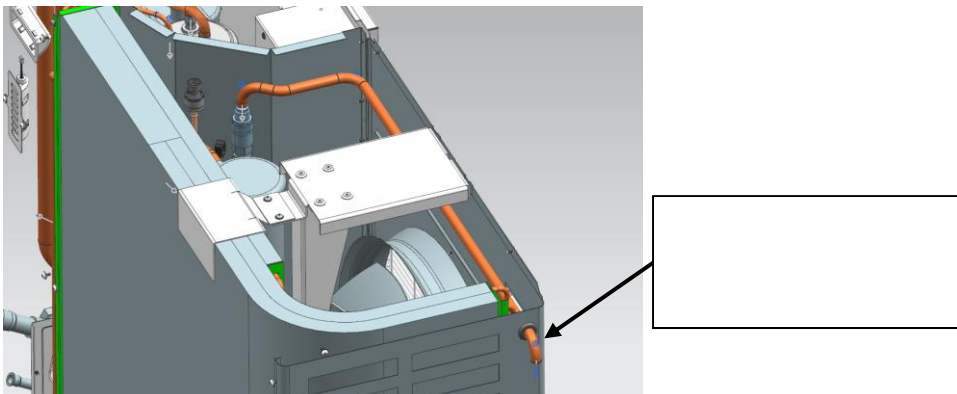

Abbildung 33: Beispiel für die Konfiguration eines Druckentlastungsventils und des Ablassrohrs
- 3) Schließen Sie das Ablassrohr an den PRV-Ausgang an und führen Sie das Ablassrohr zur Außenseite des Kältesatzes – siehe Beispiel in **Abbildung 33** unten. Falls erforderlich, befestigen Sie das Ablassrohr, um Vibrationen zu vermeiden.